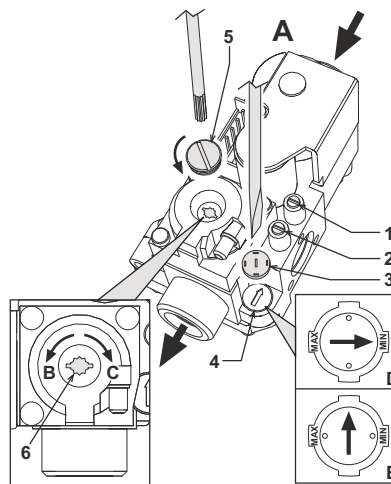

fig. 17 - Regolazione della pressione
Sulle caldaie PEGASUS D è possibile regolare la portata termica del focolare e di conseguenza la potenza termica resa all'acqua di riscaldamento, agendo unicamente sulla regolazione del bruciatore principale, attraverso la valvola gas, (vedi fig. 17). I diagrammi di riportati al paragrafo cap. 5.2 indicano la variazione della potenza termica resa all'acqua al variare della pressione di funzionamento del bruciatore. Poter adeguare la potenza della caldaia alle effettive esigenze di riscaldamento, significa soprattutto ridurre le dispersioni e quindi risparmiare combustibile. Inoltre, con la variazione di potenza, regolamentata anche dalla normativa, le caldaie mantengono pressoché inalterati i valori di rendimento e le caratteristiche di combustione.
1. Con un piccolo cacciavite togliere il cappuccio di protezione 5 dell'operatore secondario della valvola a gas di fig. 17.
2. Collegare un manometro alla presa di pressione 2 (fig. 17) posta a valle della valvola gas, ruotare la manopola del termostato caldaia sul valore massimo.
3. Regolare la pressione a mezzo della vite 6 (fig. 17) al valore desiderato, avvalendosi dei diagrammi riportati al paragrafo cap. 5.2.
2. Togliere dalla valvola gas il piccolo cappuccio di protezione 3 (fig. 17). Con un piccolo cacciavite regolare lo "STEP" d'accensione per il gas desiderato (**G20-G25** posizione **D** fig. 17 oppure **G30-G31** posizione **E** fig. 17); rimettere quindi il cappuccio.
- Sfiatare l'aria presente nelle tubazioni del gas per mezzo della presa di pressione 1 della valvola gas (fig. 17).